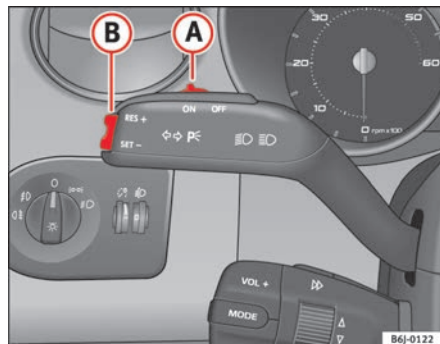

Abb. 104 Blinker- und Fernlichthebel: Schalter und Wippe für die Geschwindigkeitsregelanlage
- Drücken Sie den oberen Teil der Wippe **RES** ⇒ Abb. 104 **(B)**, um die Geschwindigkeit zu erhöhen. Solange Sie die Wippe gedrückt halten, beschleunigt das Fahrzeug. Sobald Sie die Wippe loslassen, wird die neue Geschwindigkeit gespeichert.
Wenn Sie die gespeicherte Geschwindigkeit durch Treten des Bremspedals verringern, ist die Regelung der gespeicherten Geschwindigkeit ausgeschaltet. Sie können durch einmaliges Drücken des oberen Teils der Wippe **RES+** ⇒ Abb. 104 **(B)** die Regelung wieder aufnehmen.